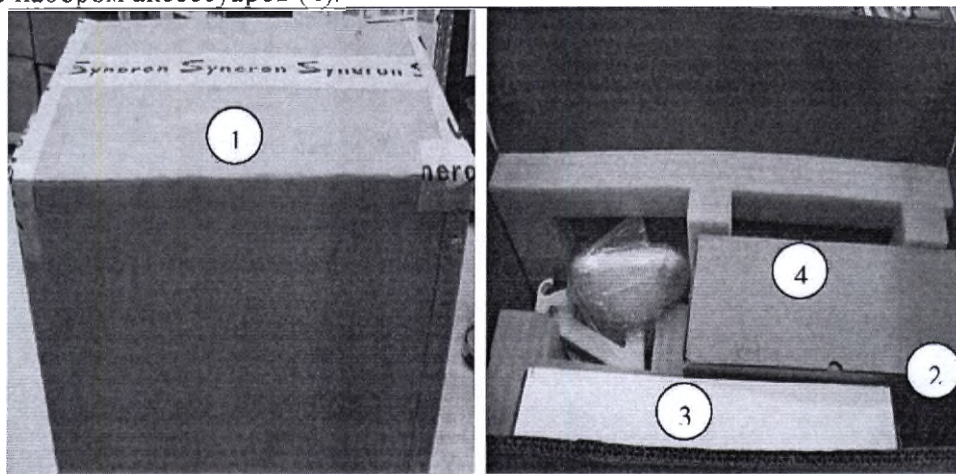

Рисунок 7.2: Извлечение аппарата из тары (1)
1. Ссылаясь на Рисунок 7.2: осторожно откройте верхние панели тары режущим инструментом для коробок и снимите верхнюю плоскую картонную панель (1).
2. Выньте набор лазерных аксессуаров (2), большую коробку с аксессуарами (3) и меньшую коробку с набором аксессуаров (4).